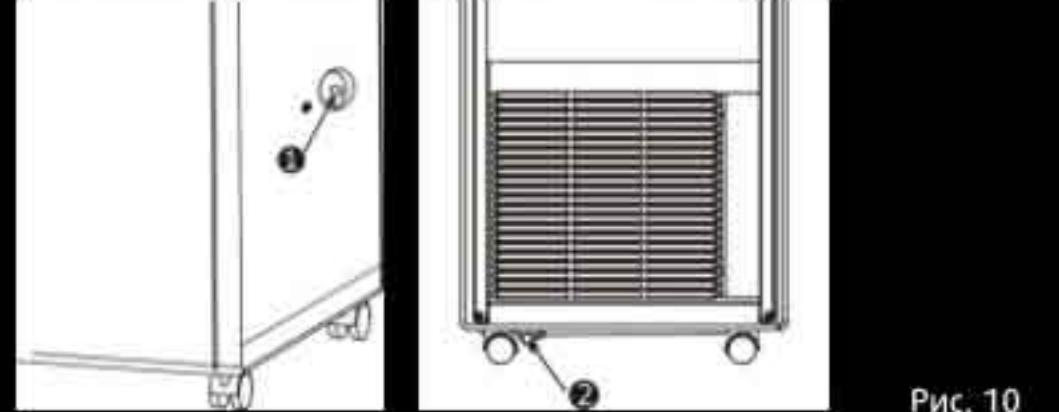

Рис. 10
1. Когда устройство работает в режиме охлаждения, установка дренажной трубы для отвода конденсата не требуется, т.к. конденсат испаряется автоматически. Убедитесь, что когда устройство находится в работе, резиновая заглушка сливного шланга надежно закреплена (см. рис.10).
При заполнении емкости для сбора конденсата воду необходимо сливать, иначе прибор не будет работать. Сливать конденсат необходимо, открыв нижнюю заглушку у основания прибора (Рис.10 поз.2). Но конструкция кондиционеров также позволяет осуществлять непрерывный отвод конденсата без необходимости регулярного удаления влаги из прибора. Для этого необходимо воспользоваться дренажным шлангом и осуществить следующий порядок действий:
Для постоянного отвода конденсата в условиях повышенного уровня влажности в помещении можно использовать отверстие для постоянного отвода конденсата в центре прибора (Рис.10 поз.1).